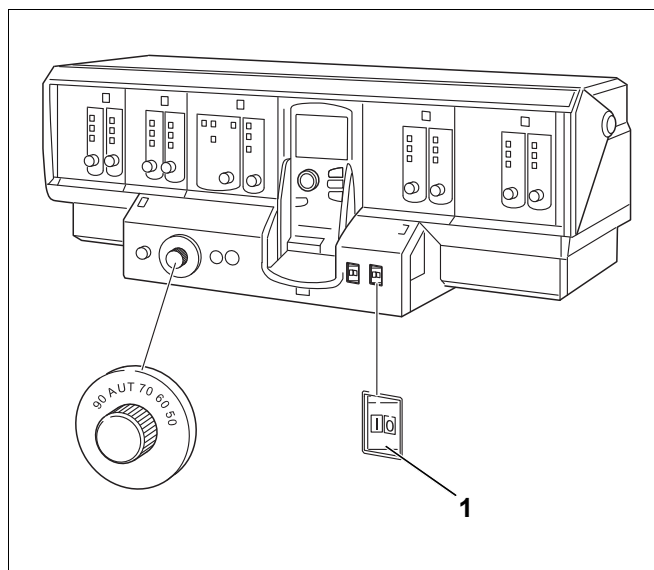

Рис. 70 Изображение Logamatic 43xx
- ▶ Установите пусковой выключатель (рис. 70, [1]) на системе управления в положение "0".